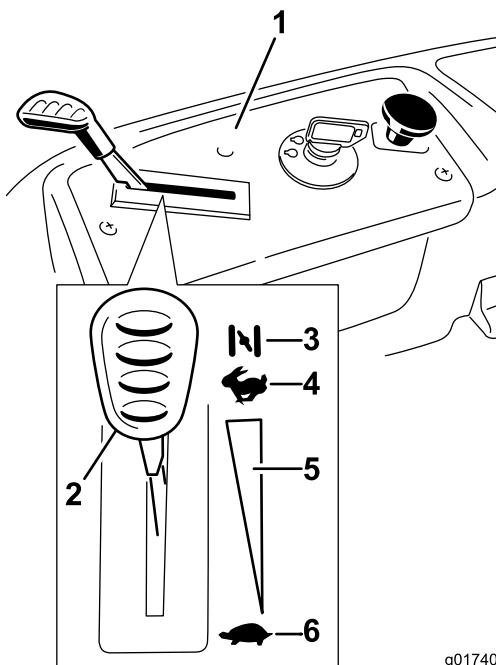

Figure 12
3. Placez la commande d'accélérateur en position Starter pour démarrer à froid (Figure 12).
5. Lorsque le moteur a démarré, amenez progressivement la commande d'accélérateur en position de Haut régime (Figure 12). Si le moteur cale ou hésite, ramenez la commande d'accélérateur en position Starter pendant quelques secondes. Répétez l'opération si nécessaire.
2. Placez la manette d'accélérateur à mi course (Figure 12).